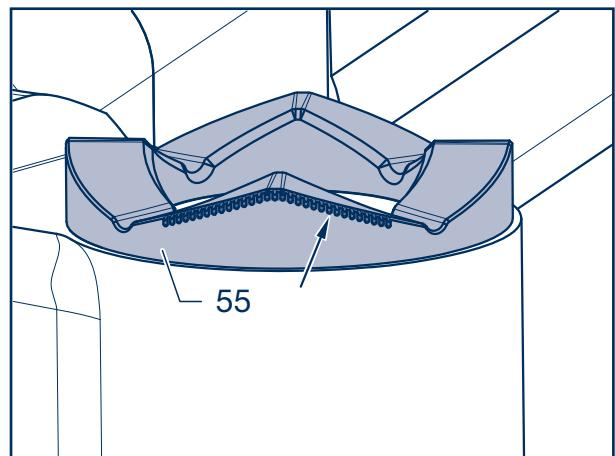

Fig. 9
- [20] Serrer les disques de pression (55) sur le carter de pivot (figure 9) et souder en une passe, conformément au croquis.